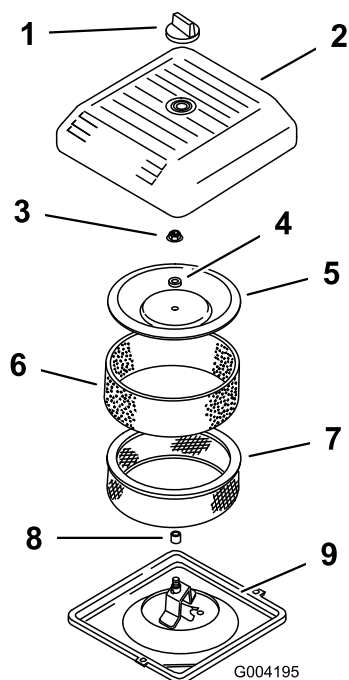

图 40
3. 拧下旋钮并取下空气滤清器盖图 40。
4. 小心将泡沫预滤器滑出纸质滤芯图 40。
5. 拧下护罩螺母并取下护罩、隔片和纸质过滤器图 40。